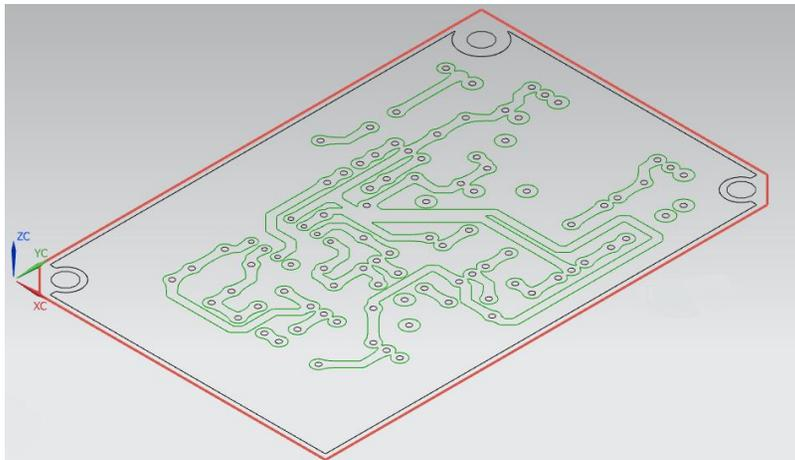

Figura 4.4 Seleccionar Spline
- Seleccionar el **spline** que se ve en la imagen y realizar un **Extrude** de 1.61 mm en dirección ZC (Figura 4.4).